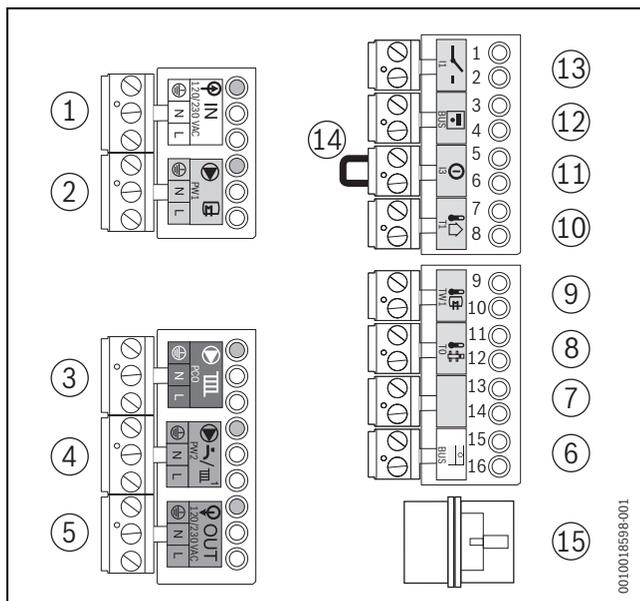

Fig. 46 Borniers
- Raccorder le thermostat marche/arrêt à la borne de raccordement I1 (→ fig. 46, [13], page) (accessoire).
- Régulateur sur borne de raccordement BUS (→ fig. 46, [6], page). Utiliser pour cela un câble électrique bifilaire de 0,4 à 0,75 mm².
- Raccorder le câble de raccordement [2] à la borne de raccordement orange BUS (→ fig. 46, [6],) et l'amener vers le premier module de fonction.
- ▶ Retirer le pont (→ fig. 46, [14], page) sur la borne de raccordement ①.
- ▶ Raccorder la sonde de température extérieure à la borne de raccordement $\downarrow \uparrow$ T1 (→ fig. 46, [10], page).
- ▶ Raccorder la sonde de température ballon à la borne de raccordement $\downarrow \oplus$ TW1 (→ fig. 46, [9], page).
- ▶ Raccorder la pompe de chauffage à la borne de raccordement verte ► **PCO** (→ fig. 46, [3], page).
- ▶ Raccorder la pompe de bouclage à la borne de raccordement ► **PW2** (→ fig. 46, [4], page).
- ▶ Raccorder la pompe de charge ECS à la borne de raccordement grise ► **PW1** (→ fig. 46, [2], page).
- ▶ Raccorder la vanne à 3 voies externe à la borne de raccordement grise ► **PW1** (→ fig. 46, [2], page).